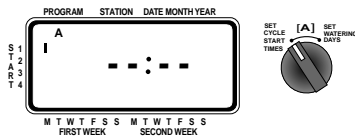

Abb. 5: LCD-Anzeige mit Startzeit
- Drehen Sie die Wählscheibe, um die Position **CYCLE START TIMES** (Zyklus-Startzeit) im einzurichtenden Programm einzustellen. Auf der Anzeige erscheint ein **A** oder **B** je nachdem welches Programm Sie gewählt haben. Auf der Anzeige erscheint — : — und ein blinkender Cursor erscheint an der **START 1**-Position [siehe Abb. 5].